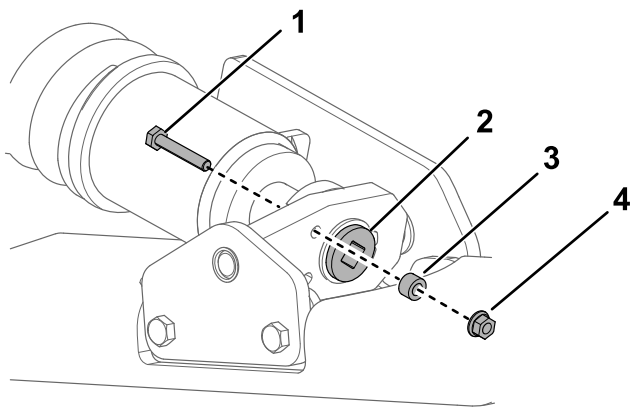
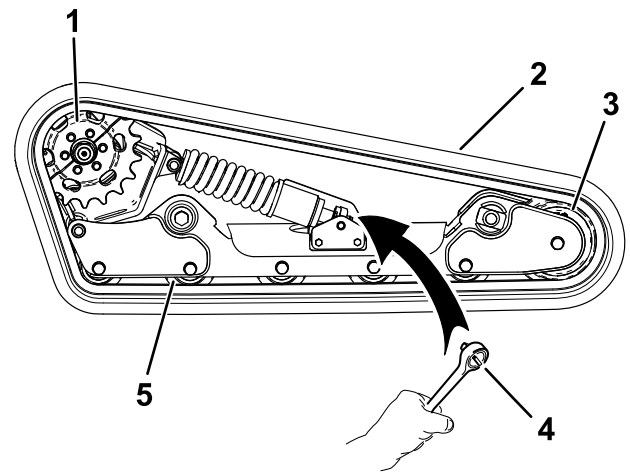

Figure 57
Figure 61
4. Enlevez le boulon de blocage, l'entretoise et l'écrou (Figure 57).
6. Alignez l'encoche la plus proche dans la vis de tension et le trou du boulon de blocage, et fixez la vis avec le boulon et l'écrou de blocage (Figure 57).
- Enlevez le boulon de blocage, l'entretoise et l'écrou (Figure 57).
- À l'aide d'une clé à cliquet de 1/2", tournez la vis de tension dans le sens horaire pour détendre la transmission (Figure 57 et Figure 61).
14. Enroulez la chenille neuve autour de la roue avant, puis autour du moyeu d'entraînement sur le côté sans pignon (Figure 61).
15. Poussez la chenille sous et entre les galets de roulement, puis enroulez-la autour du cadre (Figure 61).